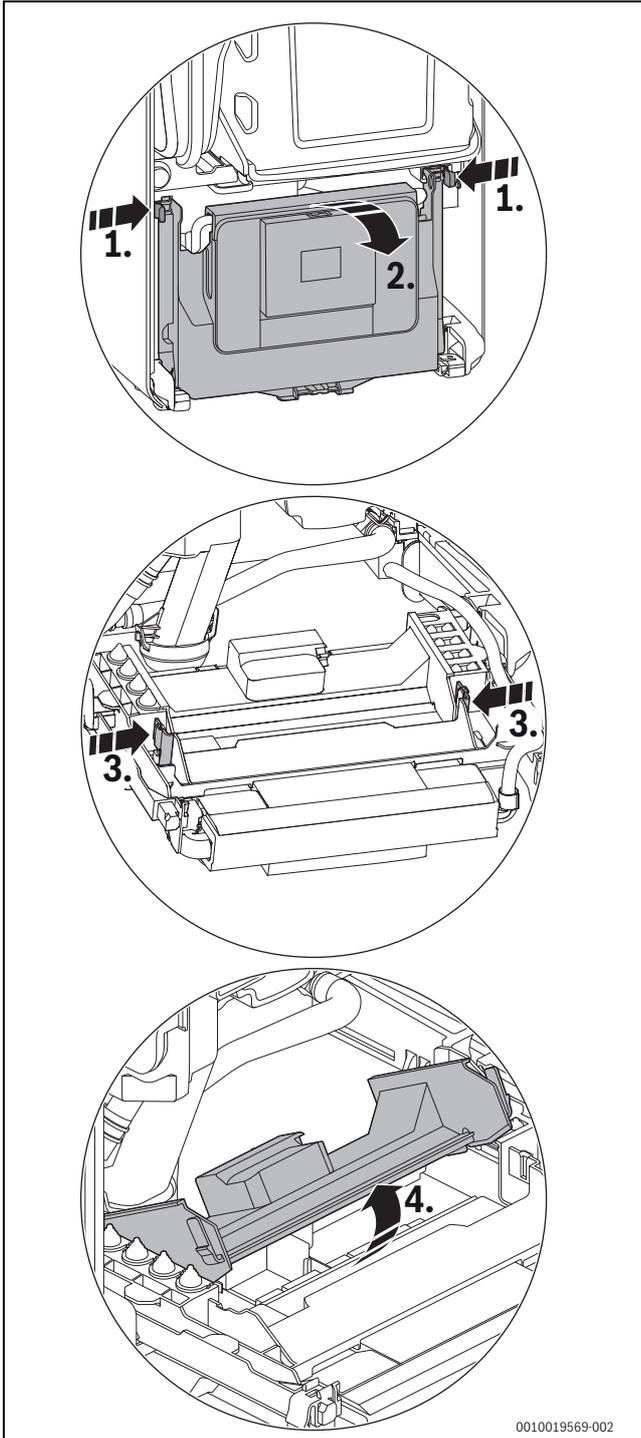

Fig. 68 Ouvrir le cache
- ▶ Rabattre l'appareil de commande (→ Figure 68, page 37).